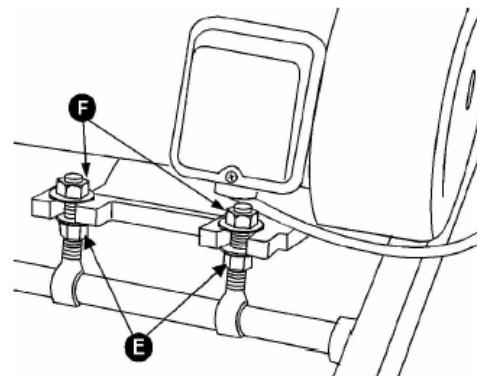

Рис. 11
3. При необходимости в регулировке натяжения ремня ослабить пару гаек (*Рис. 11, Е и F*) и вращением другой пары поднимать или опускать плиту двигателя, затем вновь затянуть гайки.